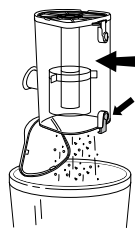

Fig. 20
- 1 Dégagez les clenches latérales de la coupelle à poussière en les soulevant vers l'extérieur afin d'enlever la coupelle du bloc-moteur. (Fig. 20)